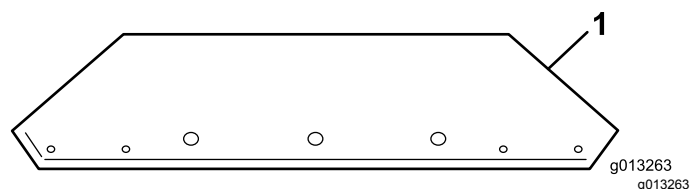

Figure 10
1. Sortez les extensions de la trémie de la caisse d'expédition et identifiez l'avant et l'arrière (Figure 10 et Figure 11).